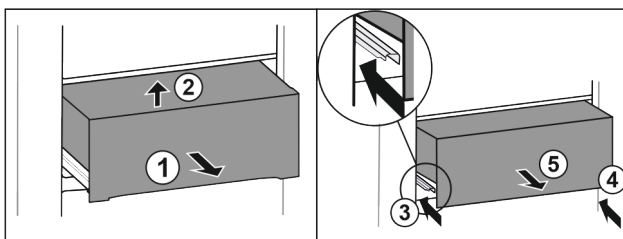

Fig. 42
- Изтеглете чекмеджето наполовина. Fig. 42 (1)
- Повдигнете чекмеджето отпред. Fig. 42 (2)
- Вкарайте лявата релса. Fig. 42 (3)
- Вкарайте дясната релса. Fig. 42 (4)
- Извадете чекмеджето напред. Fig. 42 (5)